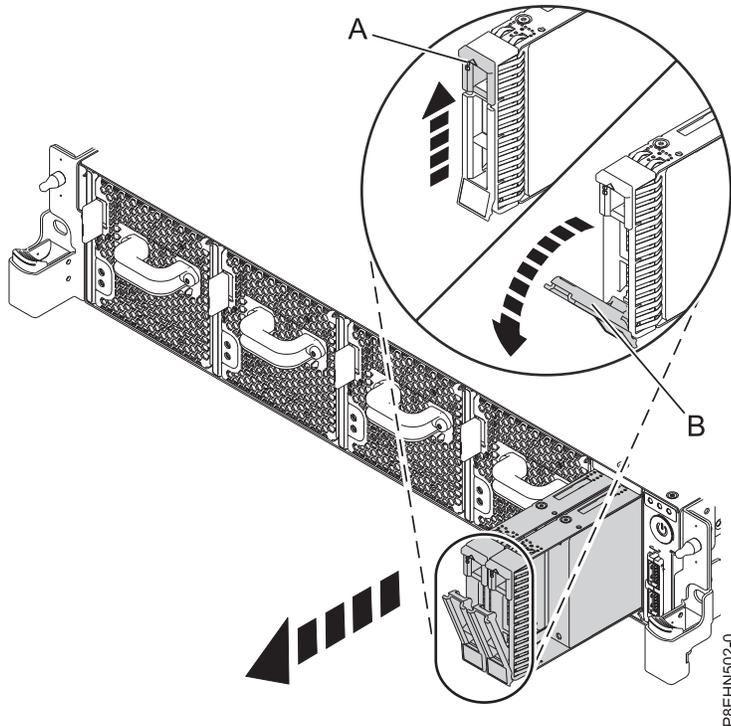

図 1. ディスク・ドライブのロックの詳細
3. ハンドル・リリース **(A)** を押し上げて、ドライブ・ベイ・ハンドル **(B)** をアンロックします。ハンドル **(B)** が音を立てて手前に倒れます。ハンドルが最後まで倒れていない場合、システムからドライブを取り出せません。 8 ページの図 1を参照してください。